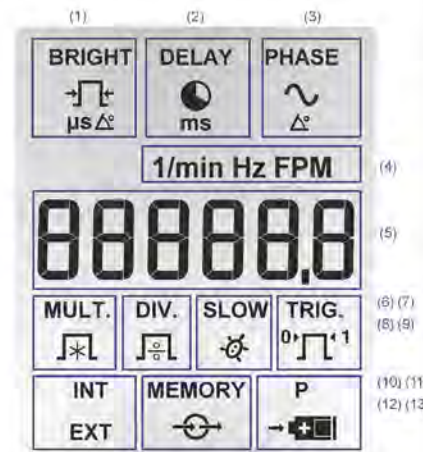

Abbildung 2: Displayanzeige
7.2.4 Stroboskop super qbLED (Abbildung 2)